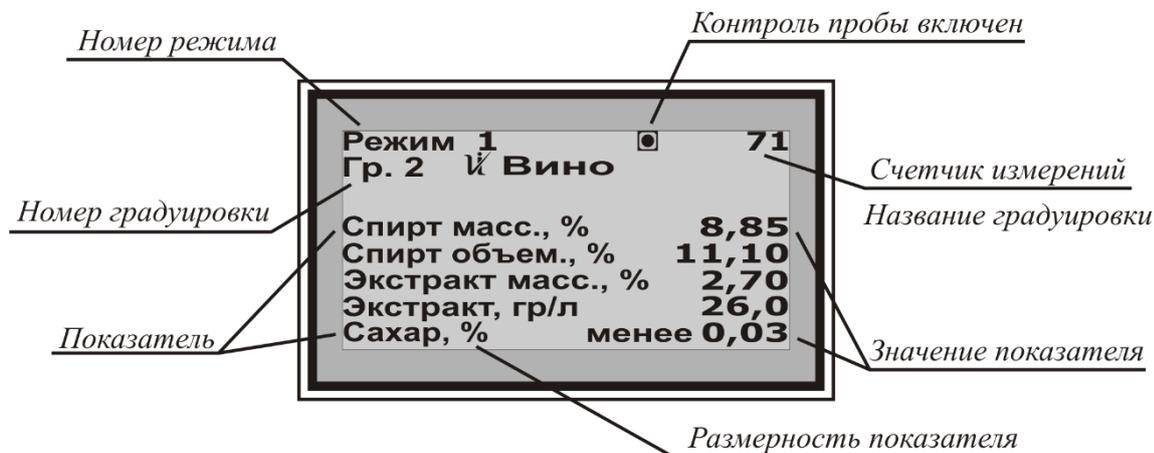

Рисунок 2.7
2.5.4. В зависимости от объекта и настроек измерение длится от 2-х до 10 минут. После проведения измерения на дисплей индицируются значения измеренных показателей, просмотр которых осуществляется кнопками «▼», «▲» (Рис. 2.7).
В Режиме 2 следует следить за «определением действия» на дисплее анализатора (Рис. 2.7) и соблюдать последовательность предлагаемых анализатором действий. Также настоятельно рекомендуется проводить предварительную промывку пробой перед измерением либо включить опцию контроля стабильности пробы.